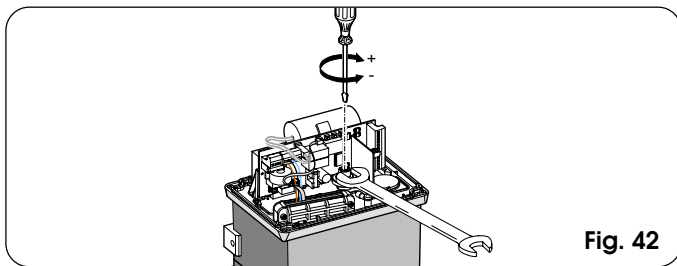

Fig. 42
- 2) Maintenir l'arbre moteur bloqué au moyen d'une clé anglaise et agir sur la vis de réglage de l'embrayage avec une clé pour vis à six pans creux ou un tournevis d'après la Fig. 42.